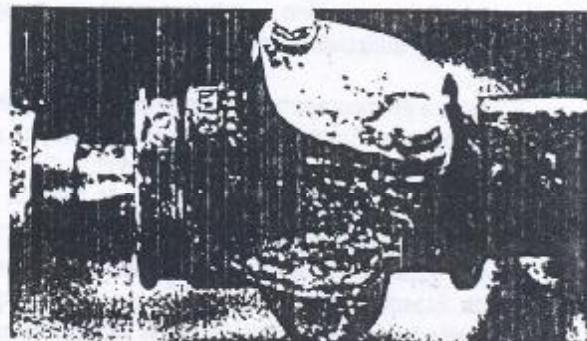

Figura 4.19.6 - Tampa do tucho de encosto
6. Remover os parafusos e arruelas de fixação da tampa do tucho de encosto da cremalheira (Figura 4.19.6). Remover a tampa e os calços de ajuste.
6. Posicionar os calços de ajuste na carcaça e instalar a tampa do tucão e os parafusos (Figura 4.19.6). Apertar os parafusos da tampa ao torque de 6.5 a 8.0 Nm.